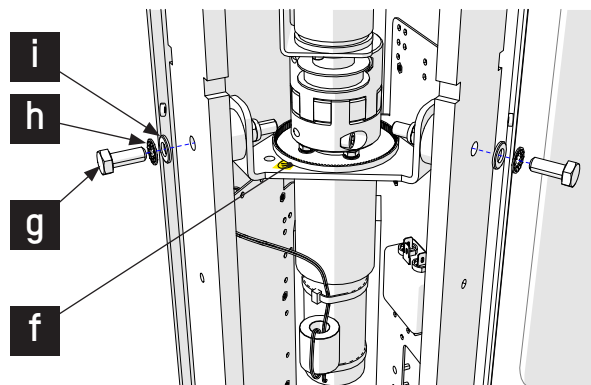

Fig. 36 - Rembyte (Motorkonsol)
7. Ta bort motorkonsolens fästordningar, skruvarna (g) och brickorna (h) och (i) från motorkonsolen (f) (fig. 36);